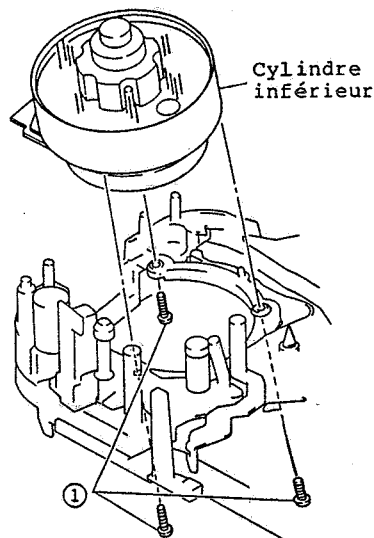

Fig. 2-64
1. Retirer les trois (3) vis de fixation immobilisant le cylindre inférieur. (Se reporter à la figure 2-64)